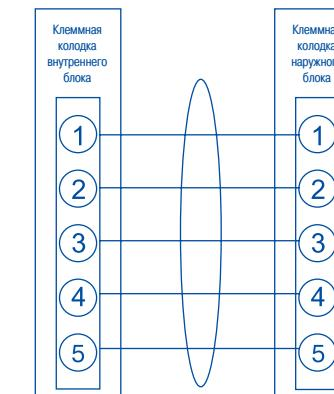
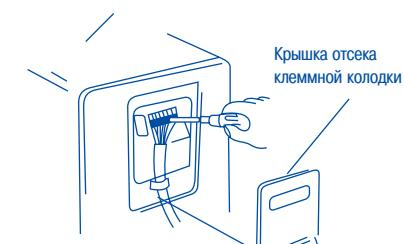

Рис. 14
Рис. 17
(1) Перед началом работ убедитесь, что напряжение в сети электропитания соответствует номинальному напряжению, указанному на заводской табличке кондиционера.
(2) Выполните электромонтаж в соответствии с электрической схемой (рис. 14)
- 2) Подсоедините кабель к контактам клеммной колодки в соответствии с рис. 14 и рис. 17.